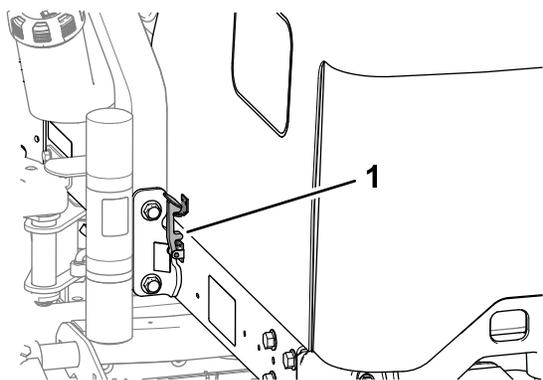

Рисунок 54
2. Поднимите капот вверх и откиньте назад (Рисунок 54).